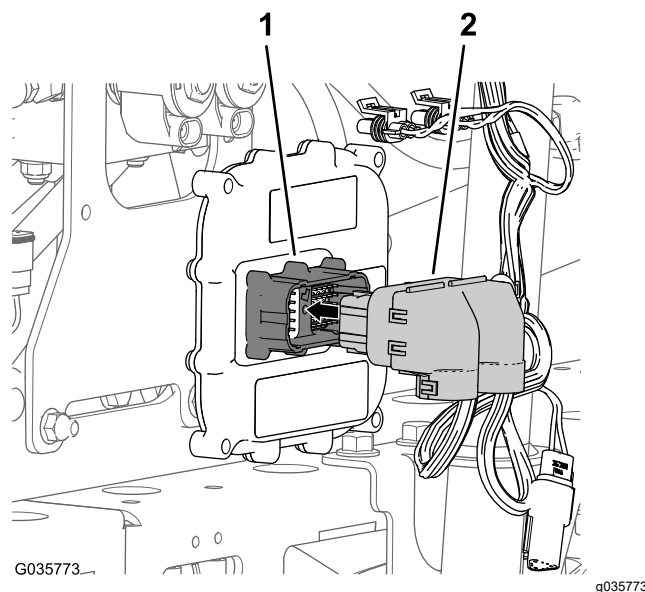

Figura 27
2. Conectați conectorul cu 50 de orificii al cablului pentru braul sonic la conectorul cu 50 de pini al controlerului electronic i fixați conectorii cu urubul cu cap imbus (Figura 27).